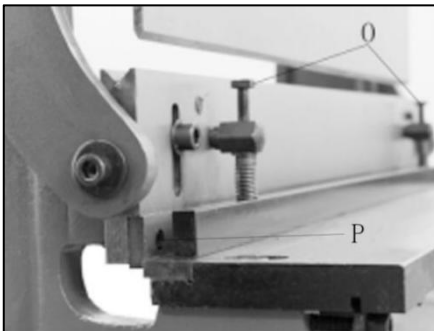

Abbildung 10
11. Den Niederhalter durch Lösen entfernen Schrauben (O, Abbildung 10) mit 10 mm Sechskant Schlüssel.
13. Die 4 Schrauben (P, Abbildung 10) entfernen und Klinge vorsichtig entfernen.
14. Klinge drehen oder ersetzen und neu installieren (P).
15. Installieren Sie den Niederhalter erneut. Wenn die Klinge in höchste Position, die Lücke zwischen den Niederhalter und der Tisch sollten innerhalb von 1/4 sein. Passen Sie diese Position durch Drehen des zwei Schrauben (O, Abbildung 10) nach Bedarf. Wenn die Klinge ihre Abwärtsbewegung beginnt, sollte der Niederhalter sofort Werkstück an Ort und Stelle.